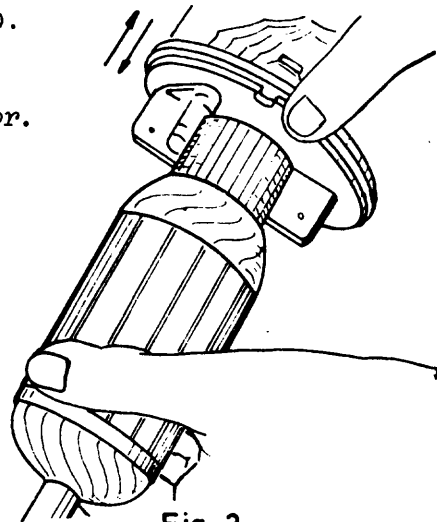

Fig. 3
- ___ a Controle el desgaste del buje (fig. 3).